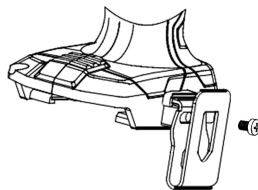

FIGURE 2.
1. Insérez la collerette courbe de l'agrafe de ceinture dans la fente à la base la perceuse (fig. 2). L'ouverture de l'agrafe se trouve vers le haut.